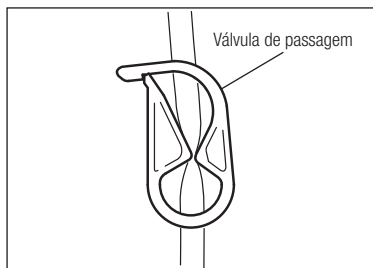

Fig.8
- 1) Feche a válvula de passagem do tubo, entre a agulha do tubo de irrigação e a bomba de irrigação da forma mostrada na Fig. 8.